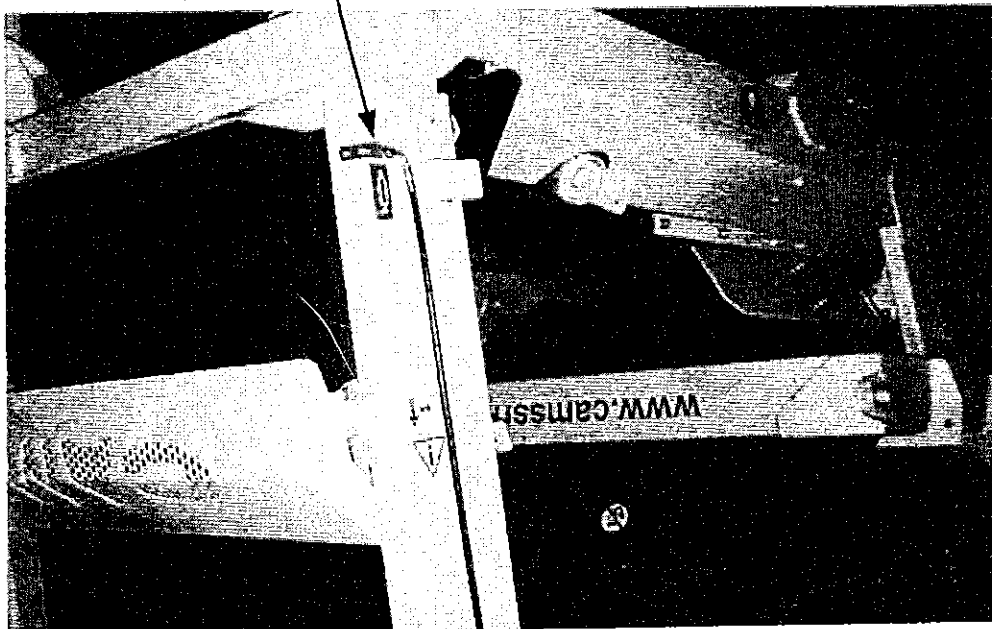

Fig. 8-6
- 7) Ingrassaggio cuscinetto rullo motore del nastro materiale fine fig. 8-6 part. 7 q.tà 4